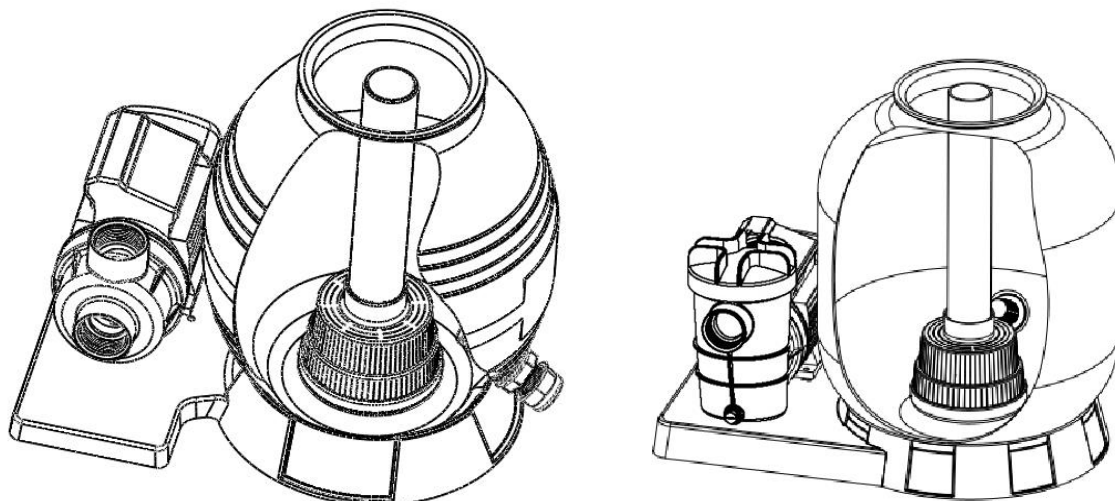

Abb. 3
3. Drücken Sie den Poolfilterbehälter auf die Grundplatte und drehen Sie ihn so, dass die Ablassöffnung des Filterbehälters nach außen (Abb. 3) zeigt. Dies kann auch zwischen den einzelnen Modellen etwas variieren.